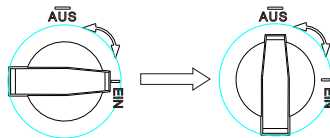

Abb. 6.17
6.10.3.1 DC- und AC-Schalter in die Position „AUS“ drehen, wie in Abb. 6.17 gezeigt.